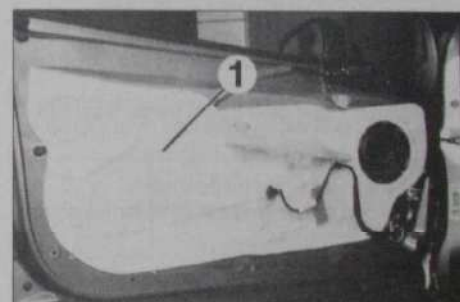

Fig. 104
- la feuille d'étanchéité (1) (Fig.104).